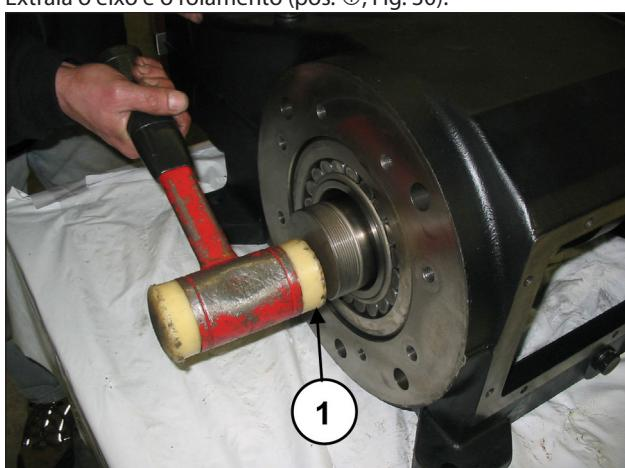

Fig. 29
Retire o eixo de manivela com o auxílio de um martelo do lado da PTO (pos. ①, Fig. 29).